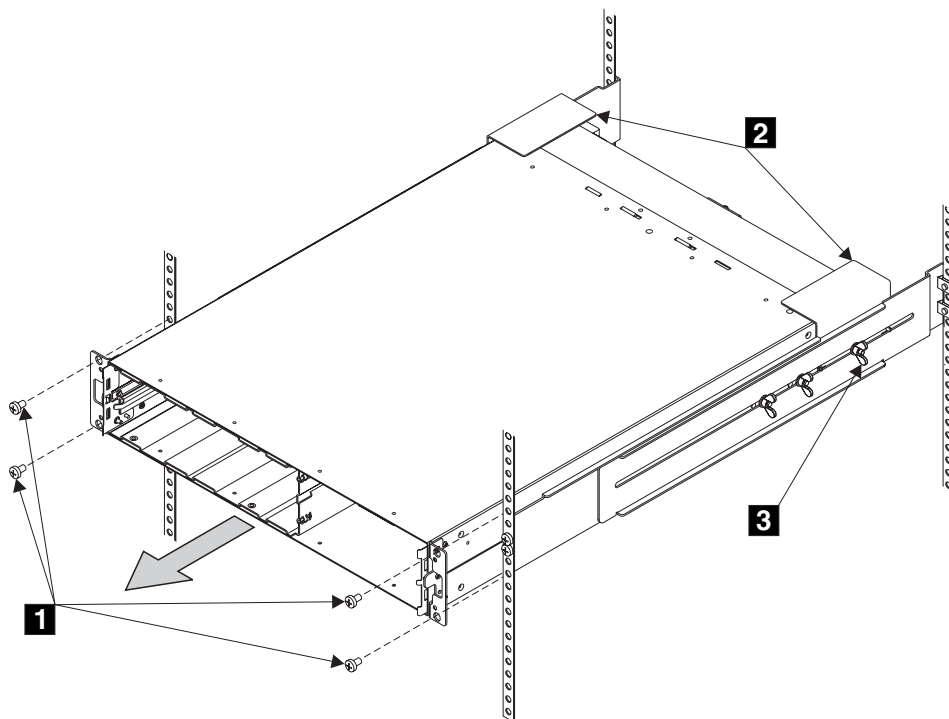

図 142. 2145 無停電電源装置の取り外し
7. 2145 UPS の前面から取り付けねじ **1** (348 ページの図 142 を参照) を外します。